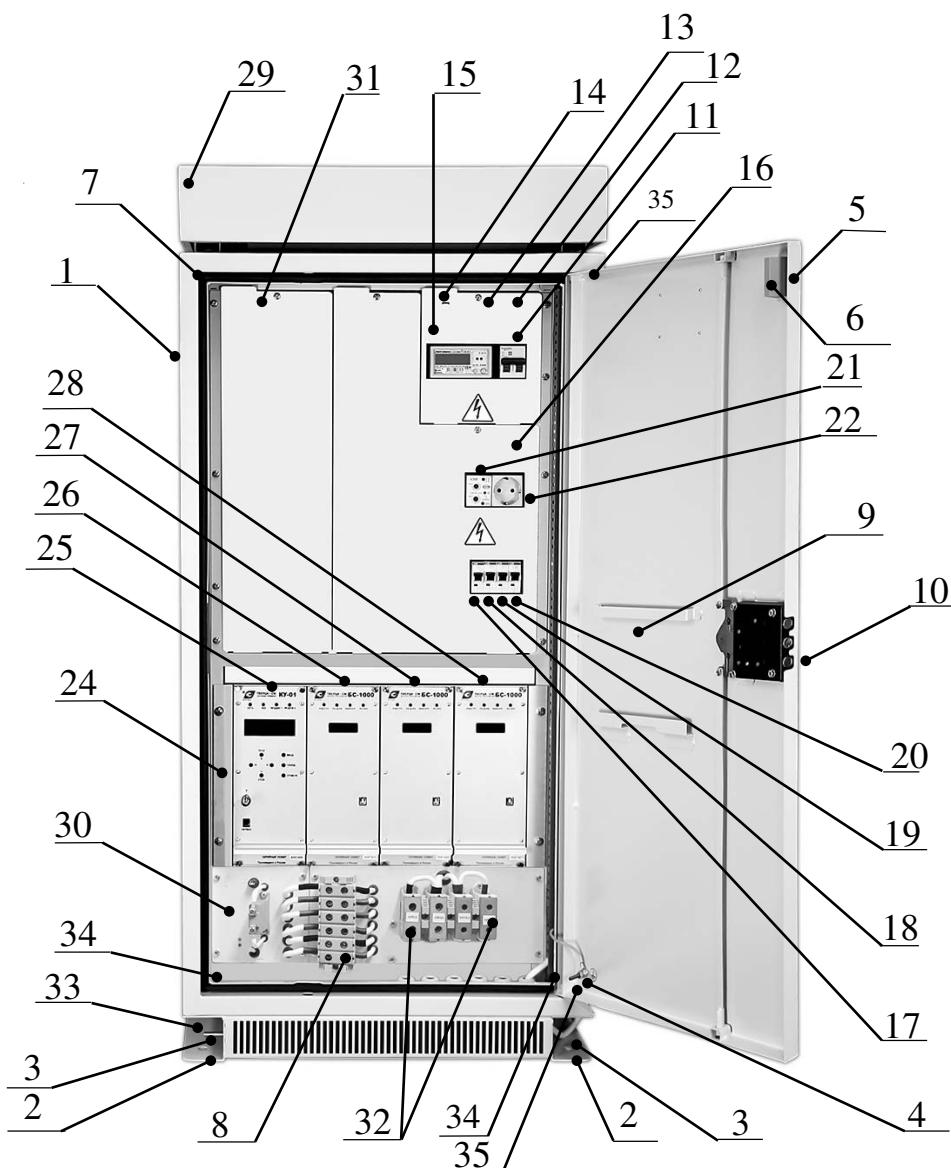

Рисунок 1 Внешний вид МСКЗ «Тверца-СМ-04-3-48-3».
1.1.4.1 МСКЗ (рис. 1) выполнена в виде ряда блоков преобразователей мощности БС-1000 (26, 27, 28), блока контроллера управления КУ-01 (25), расположенных в металлическом шкафу (1, 5, 29), внутри которого также размещено вспомогательное оборудование. Управление станцией осуществляется с помощью контроллера управления КУ-01 (25), обеспечивающего ручной и дистанционный режимы работы. Для ручного управления используются кнопки, расположенные на передней панели контроллера. Для дистанционного управления используется встроенный канал связи RS-485 с протоколом обмена MODBUS. Отображение режима работы и параметров МСКЗ осуществляется на встроенном четырех строчном алфавитно-цифровом индикаторе или дистанционно на удаленном терминале.